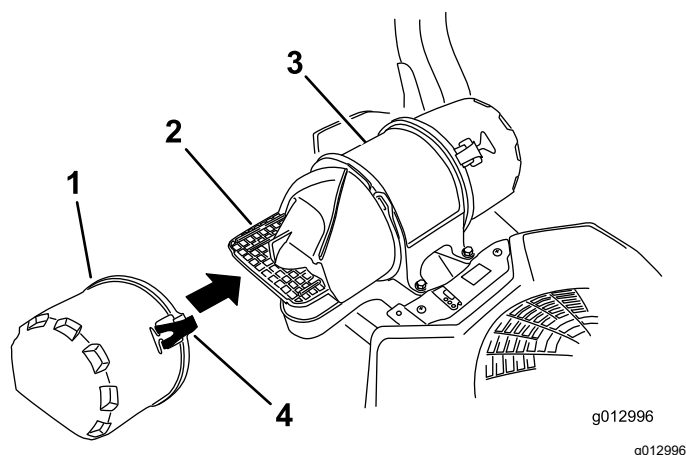

Figura 55
3. Abra los cierres del limpiador de aire y tire de la tapa de la entrada de aire para separarla del cuerpo del limpiador de aire (Figura 55).
5. Instale la tapa de la entrada de aire y sujétela con los enganches (Figura 55).